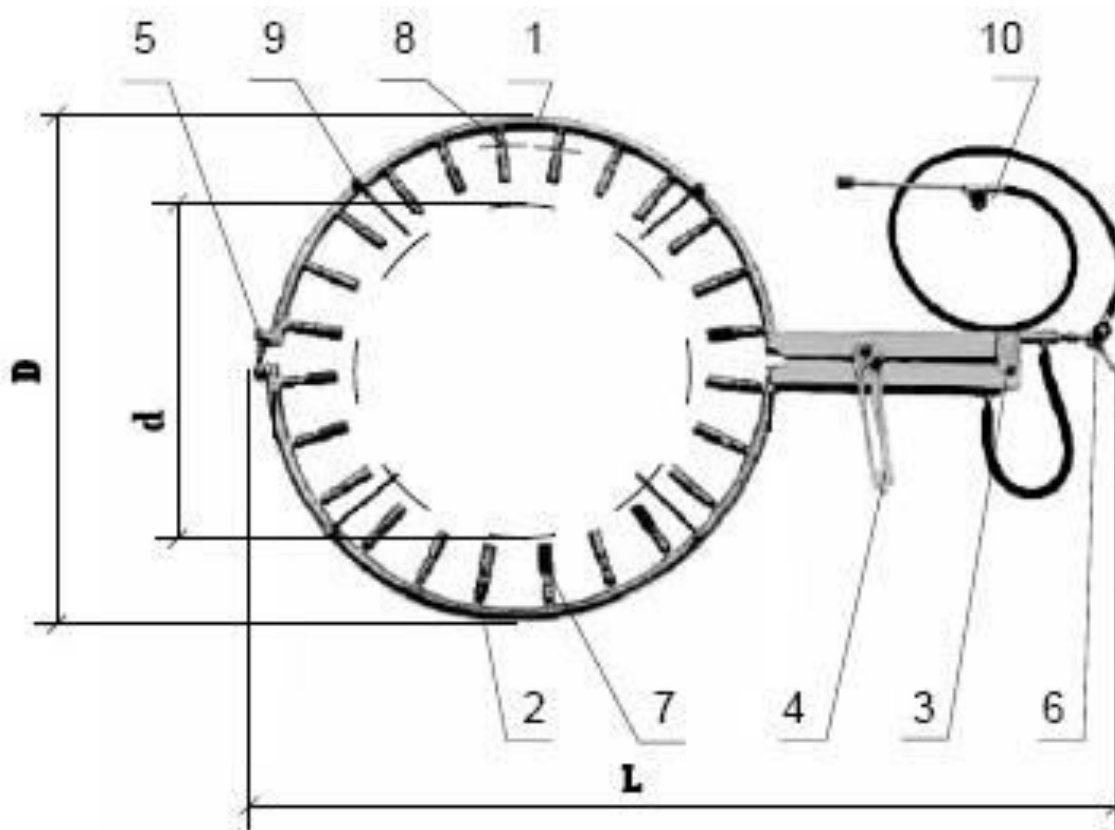

Рис.1 Горелка модель ГВ ДЖЕТ 000 470.
1.4 Пример условного обозначения горелки при заказе см. табл. 1 и рис.1:
4.2 Горелка состоит из двух полуколец 1 и 2 см. рис.1,объединенных в одно целое с помощью шарнирного механизма 3, который обеспечивает раскрытие полуколец перед монтажом, и запираение горелки на трубе при помощи запорного рычага 4 и механизма фиксации 5. Правильное расположение горелки относительно трубы обеспечивается регулируемыи упорами 9. Горелка снабжена входным вентиляем 6 и оснащена запальной горелкой 10.